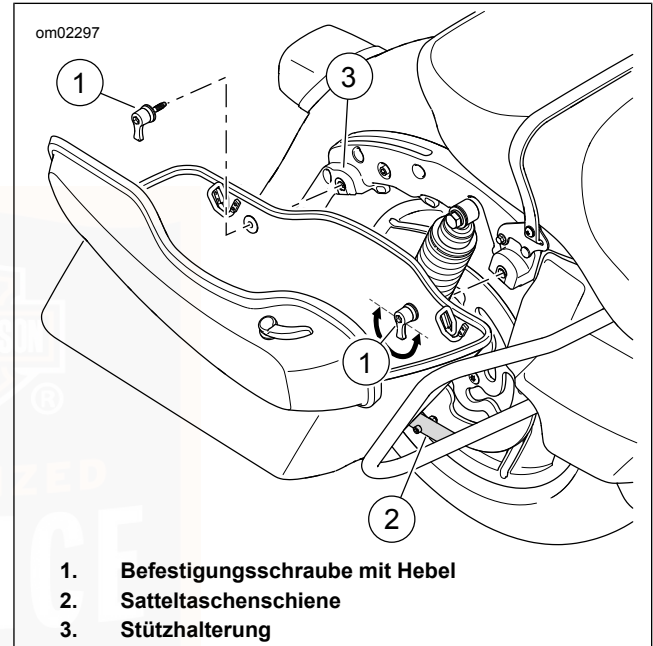

Abbildung 55. Ausbau/Einbau der Satteltasche
2. Siehe Abbildung 55. Die Hebel der Befestigungsschrauben gegen den Uhrzeigersinn drehen, um die Befestigungsschrauben von der Stützhalterung zu entfernen.
1. Siehe Abbildung 55. Die Satteltasche behutsam in die Einbaustellung auf der Satteltaschenschiene bringen. Die Befestigungsstüben an der Stützhalterung ausrichten.